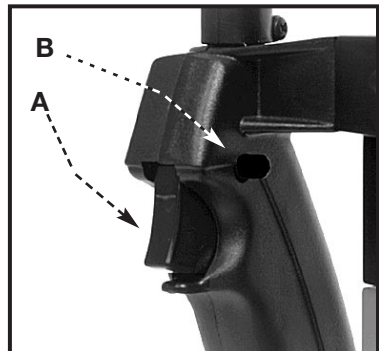

Fig. 11
1. Appuyez sur l'interrupteur à gâchette (A), Fig. 11, pour mettre le moteur en marche. Relâchez la gâchette pour arrêter le moteur.
1. relâchez l'interrupteur à gâchette (A), Fig. 11, à la position d'arrêt.